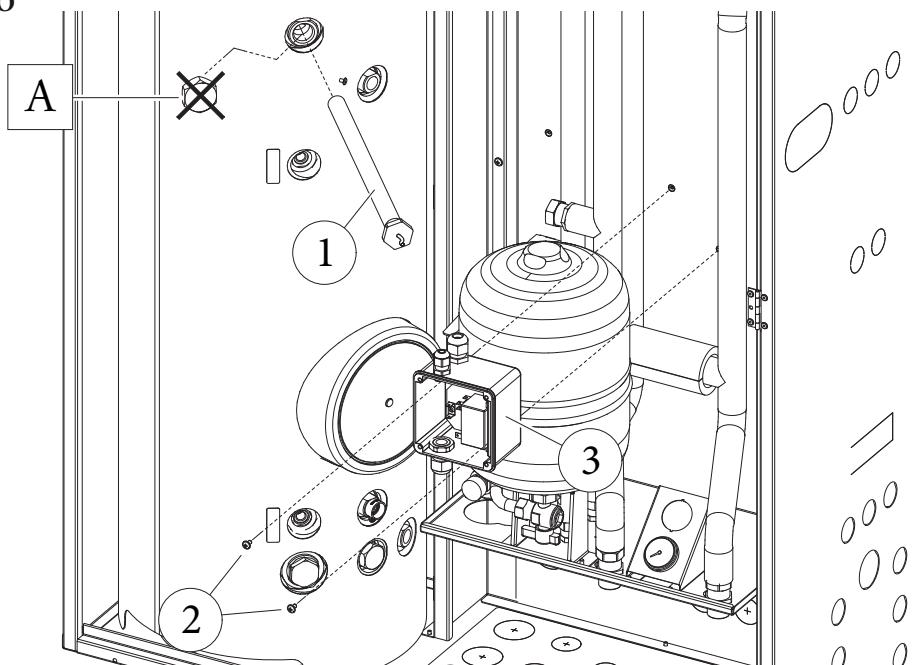

Fig. 1
- Smontare il tappo (A) presente sull'unità bollitore.
- Quindi inserire l'o-ring sulla resistenza (1) ed avvitarla nell'apposita sede sull'unità bollitore (Fig. 1).
- Prendere la scatola allacciamento (3), togliere il coperchio e fissarla tramite le viti (2) ai fori svasati presenti sulla lamiera posteriore (Fig. 1).
- Remove the tap (A) on the storage tank unit.
- Then insert the o-ring on the resistance (1) and screw it in the dedicated seat on the storage tank unit (Fig. 1).
- Take the connection box (3), remove the cover and fasten it to the countersunk holes on the rear metal-sheet plate (Fig. 1) with the screws (2).